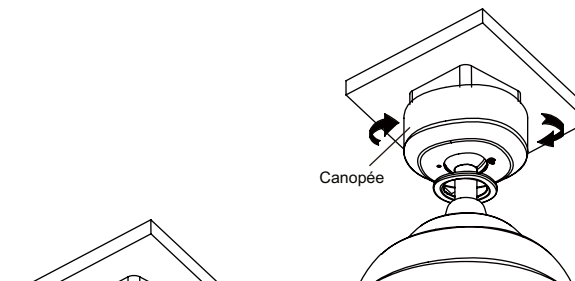

Fig. 17
Étape 1. Assembler la verrière en tournant la fente de clé dans la verrière au-dessus de la vis d'épaule dans le support de montage. (Fig. 17)